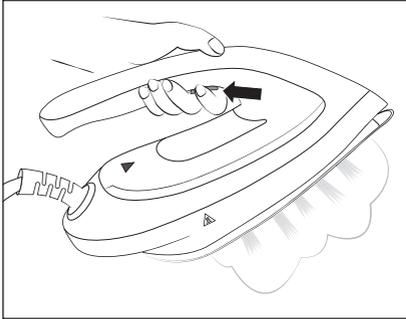

Abb. 5
- 2) Nehmen Sie das Dampfbügeleisen **1** von der Abstellfläche **17** und drücken Sie beim Bügeln die Dampfstoßtaste **2** (siehe Abb. 5). Aus den Dampfaustrittsöffnungen in der Bügelsohle **4** tritt Dampf aus.